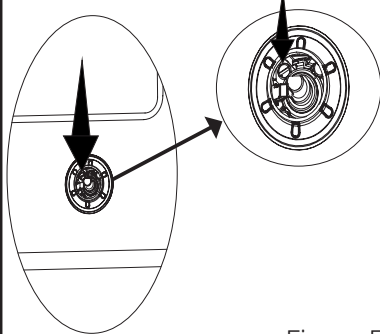

Figura 5
2. Apriete/afloje el tornillo de ajuste del gas mostrado en la figura 5 con la ayuda de un destornillador del tamaño adecuado (Ver Fig. 6). Esto permite aumentar o disminuir la llama en la posición baja. Ajuste el gas adecuado para que la longitud de la llama sea de al menos 4 mm.